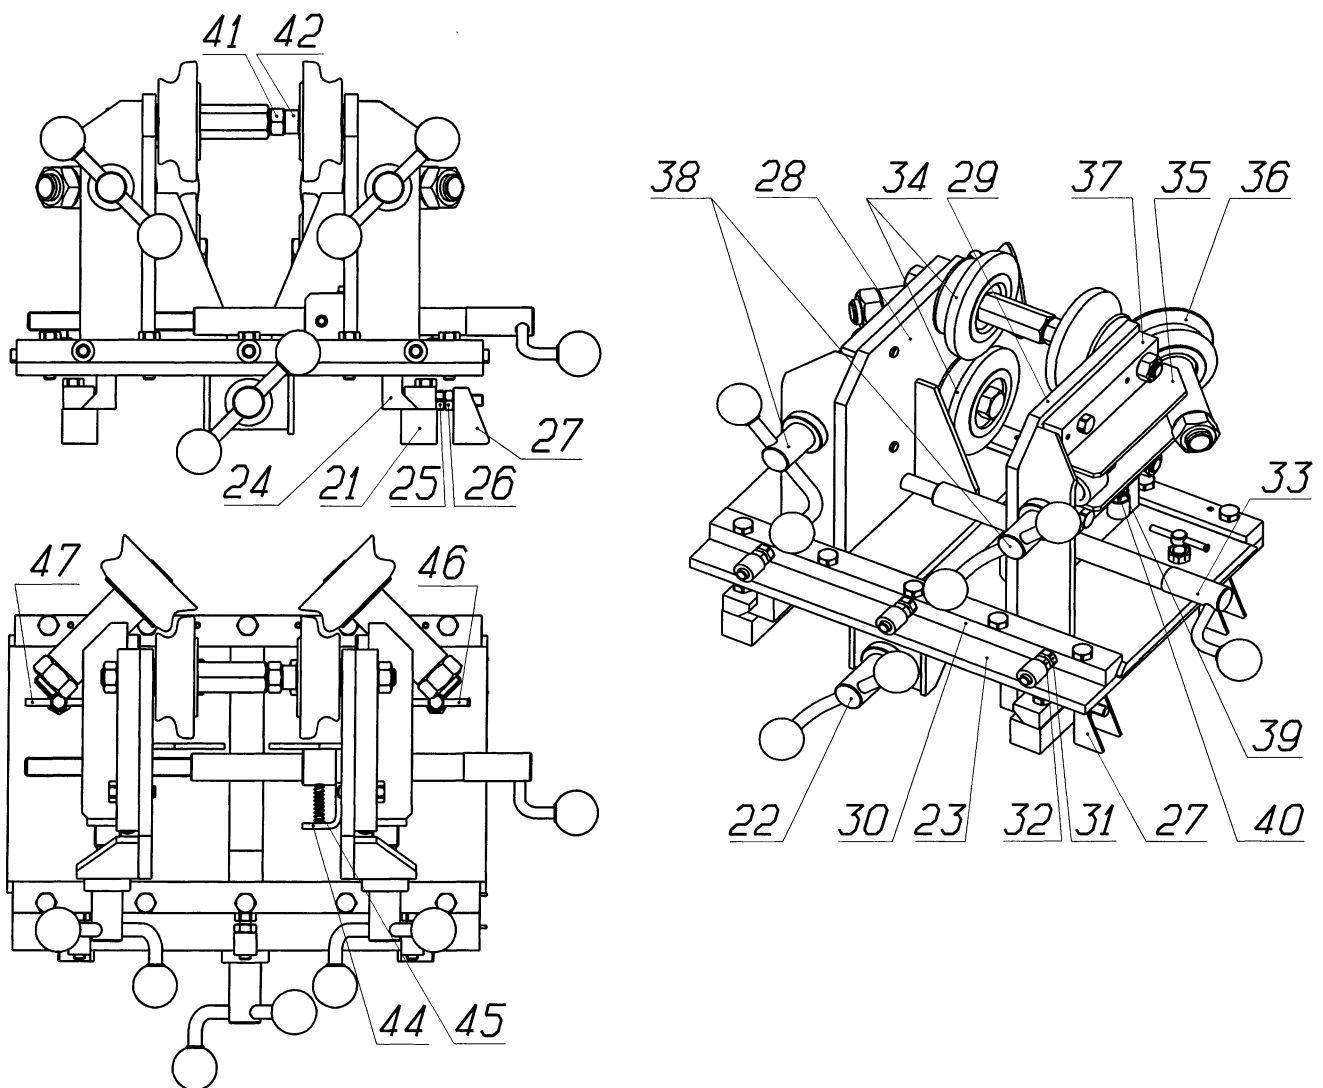

Рисунок 3 - Устройство дископравное
- 6.2.1. Подвести большие правильные Ролики 34 (рис.3) к полкам обода колеса. Должно производиться одновременное касание обода к четырем роликам 34. Допуск на параллельности оси колеса и оси роликов по горизонтали и вертикали должен составлять не более $\pm 0,5$ мм. Болты 16 (Рис.2) затянуть до отказа, соблюдая равномерность затяжки.